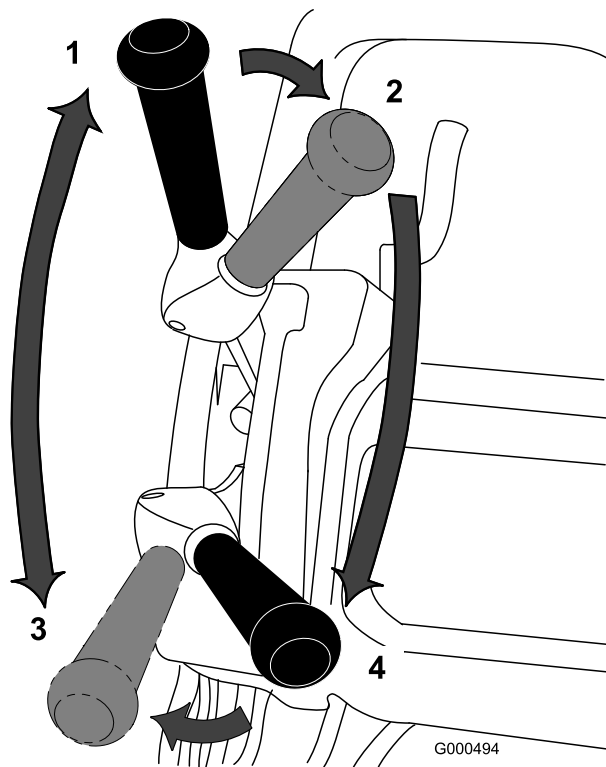

Bild 35
2. Stellen Sie sicher, dass der Fahrtriebs- und der Spindelantriebshebel in der NEUTRAL-Stellung ist, siehe Bild 35.
1. Schalten Sie die Maschine ein, stellen Sie die Geschwindigkeitsregelung in die NULL-Stellung, drücken Sie den Holm nach unten, um die Schneideinheit anzuheben, drücken Sie die elektronische Sicherheit, stellen Sie den Fahrtriebshebel in die VORWÄRTS-Stellung (Bild 35) und erhöhen langsam die Einstellung der Geschwindigkeitsregelung, um die Maschine auf die Kante des Grüns zu transportieren.
3. Stellen Sie den Fahrtriebshebel in die NEUTRAL-Stellung, schieben Sie den Hebel dann nach links und vorne in die VORWÄRTS-Stellung für den Fahrtrieb und die EINGEKUPPELTE Stellung für den Spindeltrieb (Bild 35).